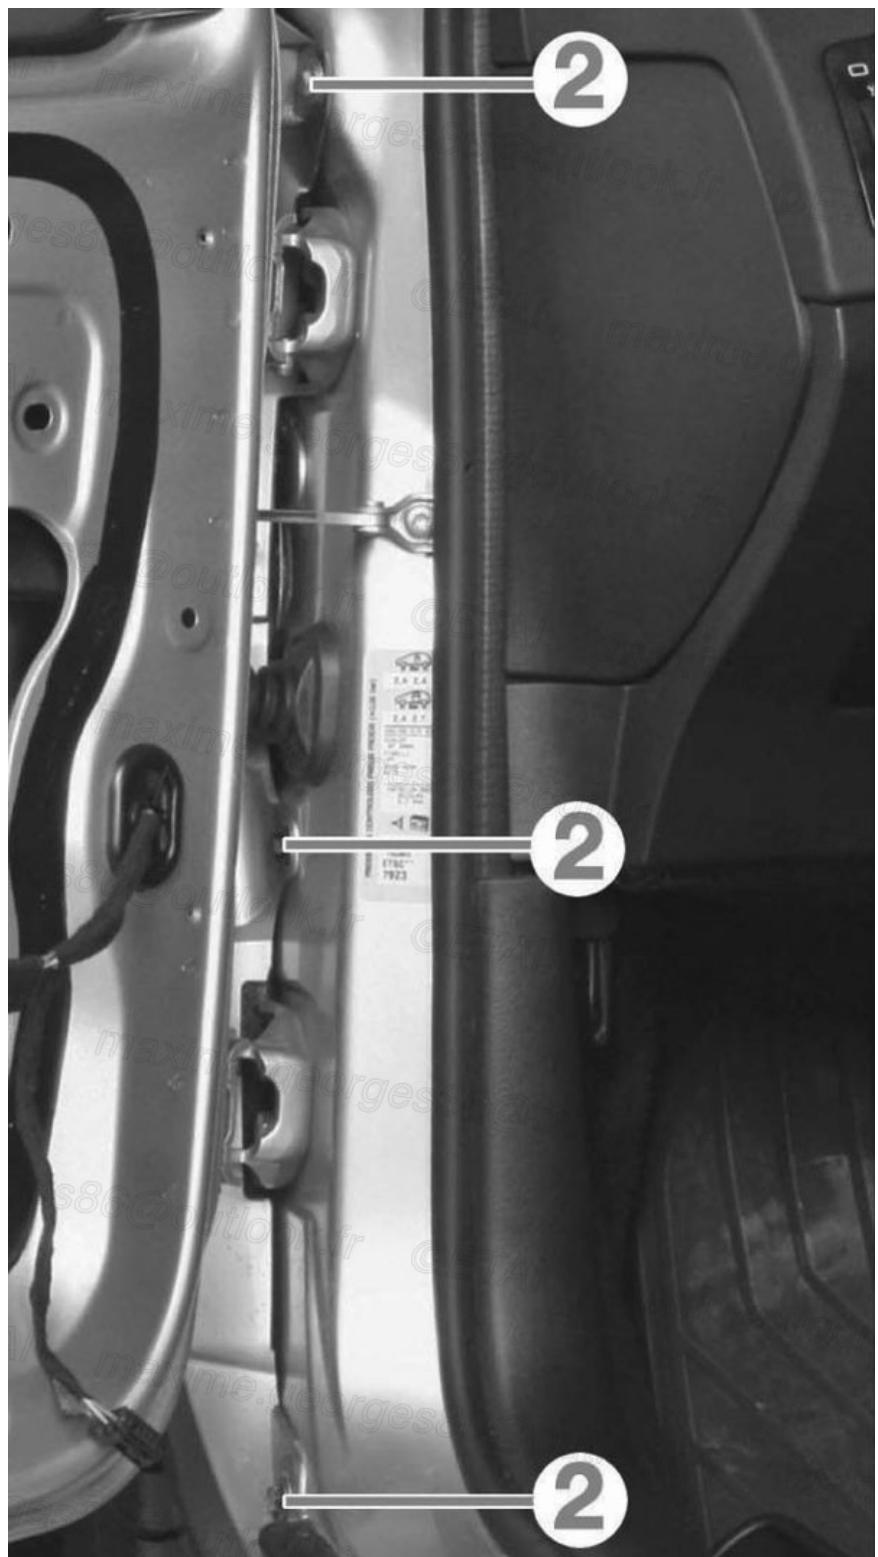

Fig. 12
- Déposer les fixations (2) (**Fig.12**)